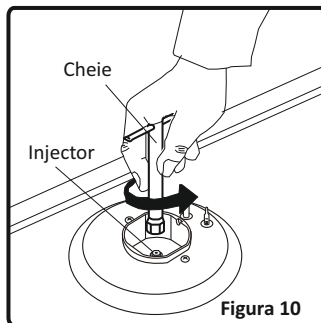

Figura 10
- Deșurubați injectoarele. Pentru a deșuruba injectoarele, utilizați o cheie dreaptă de 7 mm (Figura 10)